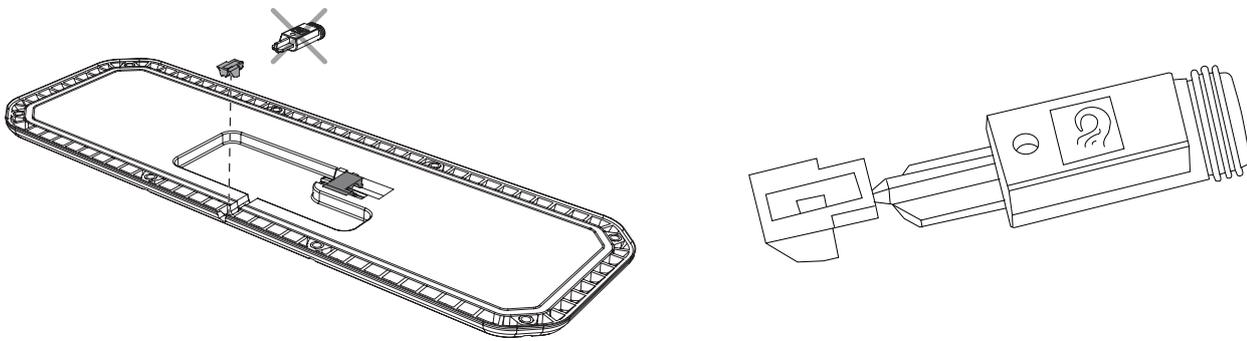

Abbildung 30. Montage der Abdeckung zur Abdichtung der UCU.
4. Brechen Sie den äußeren Teil der Abdeckung vorsichtig ab. Die Montage erfolgt in der Auskerbung. Siehe Abbildung 30.